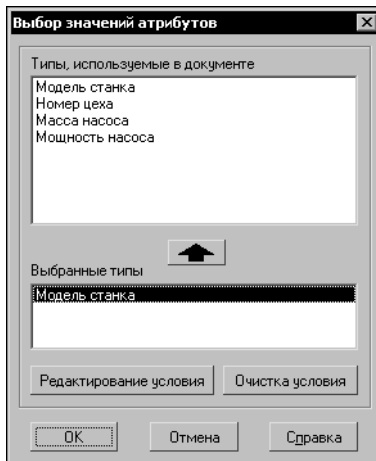

Рис. 63.6. Диалог назначения условий поиска
1. Вызовите команду **Выделить — По атрибутам...** На экране появится диалог назначения условий поиска (рис. 63.6).